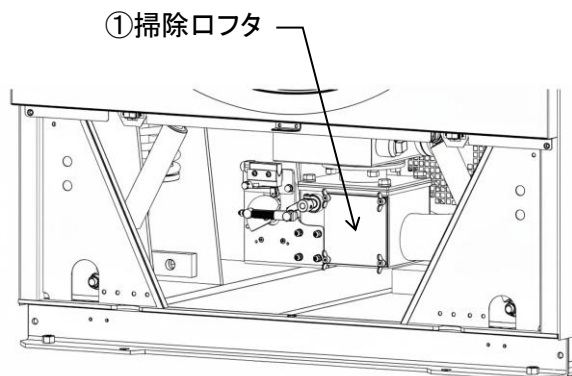
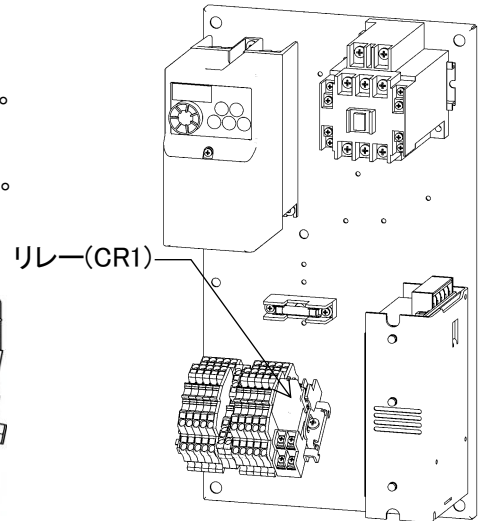

図 8-13
図 8-14
- ・ 前面下部カバーを外します。(図 8-13)
- ・ 前面に①掃除口フタが見えます。
- ・ ②蝶ナットを緩め、①掃除口フタを外します。
- ・ 排水弁内のゴミを取り除き、③排水弁ゴム板表面に付着物がある場合は拭き取ります。
- ・ ③排水弁ゴム板にひび割れや損傷がないか確認します。
- 問題が発見されたなら、③排水弁ゴム板を新しい物と交換すること。
3) 排水弁の動作確認 (図 8-14、15)